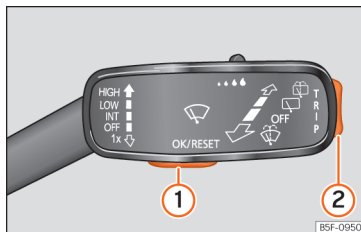

Fig. 64 Manípulo do limpa-vidros: botões de controle.
Enquanto existir uma advertência com prioridade 1 »» **Página 78**, não será possível acessar a nenhum menu. Algumas advertências podem ser confirmadas e ocultadas com o botão »» **Fig. 64** ①.